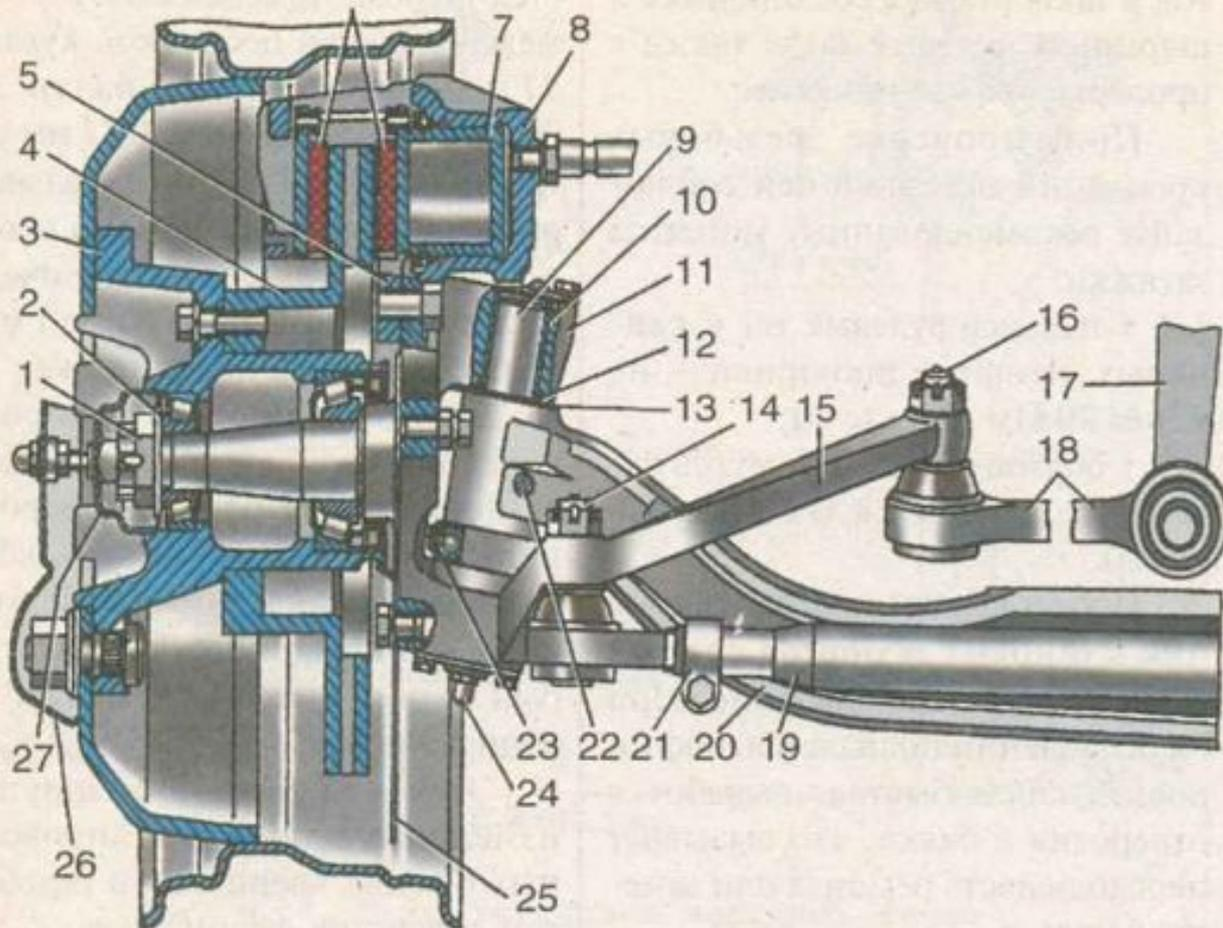

Рис. 6.22. Передняя ось:
Передняя ось ГАЗ – 33023 (см. рис. 6.22) состоит из штампованной балки двутаврового сечения, соединенной с поворотными кулаками с помощью шкворней. Шкворни имеют в центре лыску (канавку) и застопорены в отверстиях балки клиновыми штифтами. Вертикальные нагрузки от поворотных кулаков на балку передаются шариковыми упорными подшипниками, закрытыми от попадания грязи и пыли защитными резинометаллическими колпаками.
Обслуживание и уход за передней осью и рулевыми тягами заключается в регулярной проверке надежности крепления и подтяжке пальцев рулевых тяг **14** и **16** (см. рис. 6.22), стопорных штифтов **22**, шкворней болтов стяжных хомутов **21** поперечной рулевой тяги: периодической смазке шкворневого соединения; проверке люфтов в шкворневых соединениях шарнирах рулевых тяг, а также в проверке схождения колес.
- ослабить болты стяжных хомутов **21** (см. рис. 6.22);